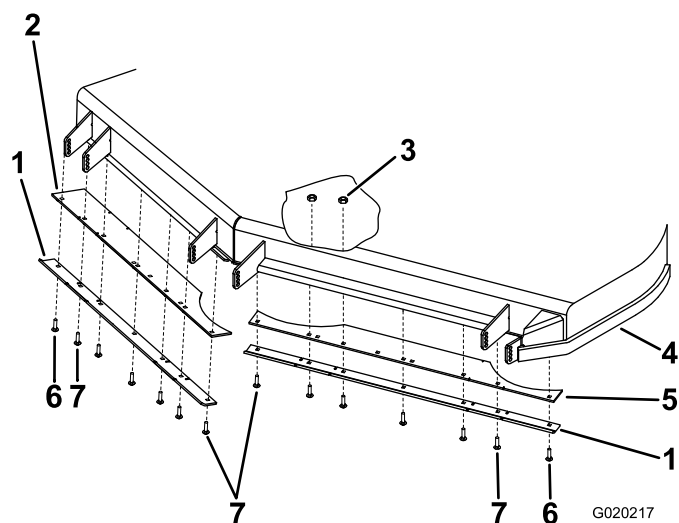

Figure 5
4. Montez le déflecteur et la jupe de patin coupés comme montré à la Figure 5.
5. Fixez le déflecteur et la jupe de patin sur le tablier de coupe avec six boulons de carrosserie (5/16 x 1 po) et six contre-écrous (5/16 po) (Figure 5).
6. Placez un boulon de carrosserie (5/16 x 1-1/4 po) dans le trou le plus à l'extérieur du déflecteur (Figure 5).